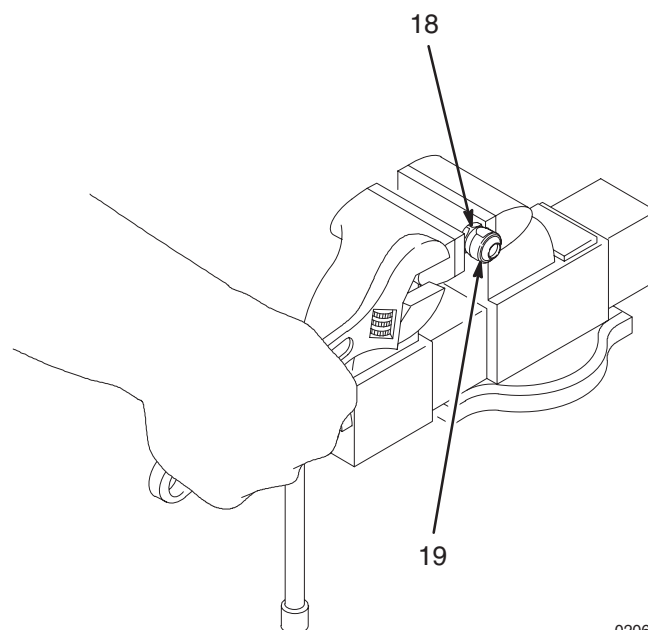

Fig. 7
14. Demontera intagsbackventilen (DD) genom att spänna fast muttern (18) i ett skruvstycke och skruva loss intagsventilhuset (19) med en 28 mm nyckel. Se Fig. 7. Ta bort tätningarna (42, 20) från muttern och ventilhuset, montera alltid nya. Inspektera tätningsytorna på intagsventilhuset (19) och sätet (22) och titta efter slitage, repor och andra skador.